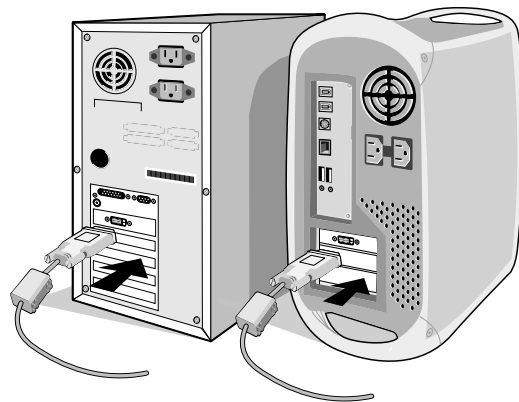

Figure A.1
2. **Pour un PC ou un Mac équipé d'une sortie numérique DVI :** Branchez le câble signal DVI au connecteur de la carte graphique de votre système (**Figure A.1**). Serrez toutes les vis.
**Pour un PC équipé d'une sortie analogique :** Branchez le mini-connecteur D-SUB vers D-SUB à 15 broches du câble vidéo sur le connecteur de la carte vidéo de votre ordinateur (**Figure A.1**).